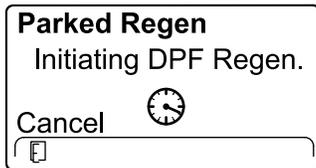

Рисунок 55
5. На дисплее инфо-центра появится сообщение INITIATING DPF REGEN (НАЧИНАЕТСЯ РЕГЕНЕРАЦИЯ DPF) (Рисунок 55).